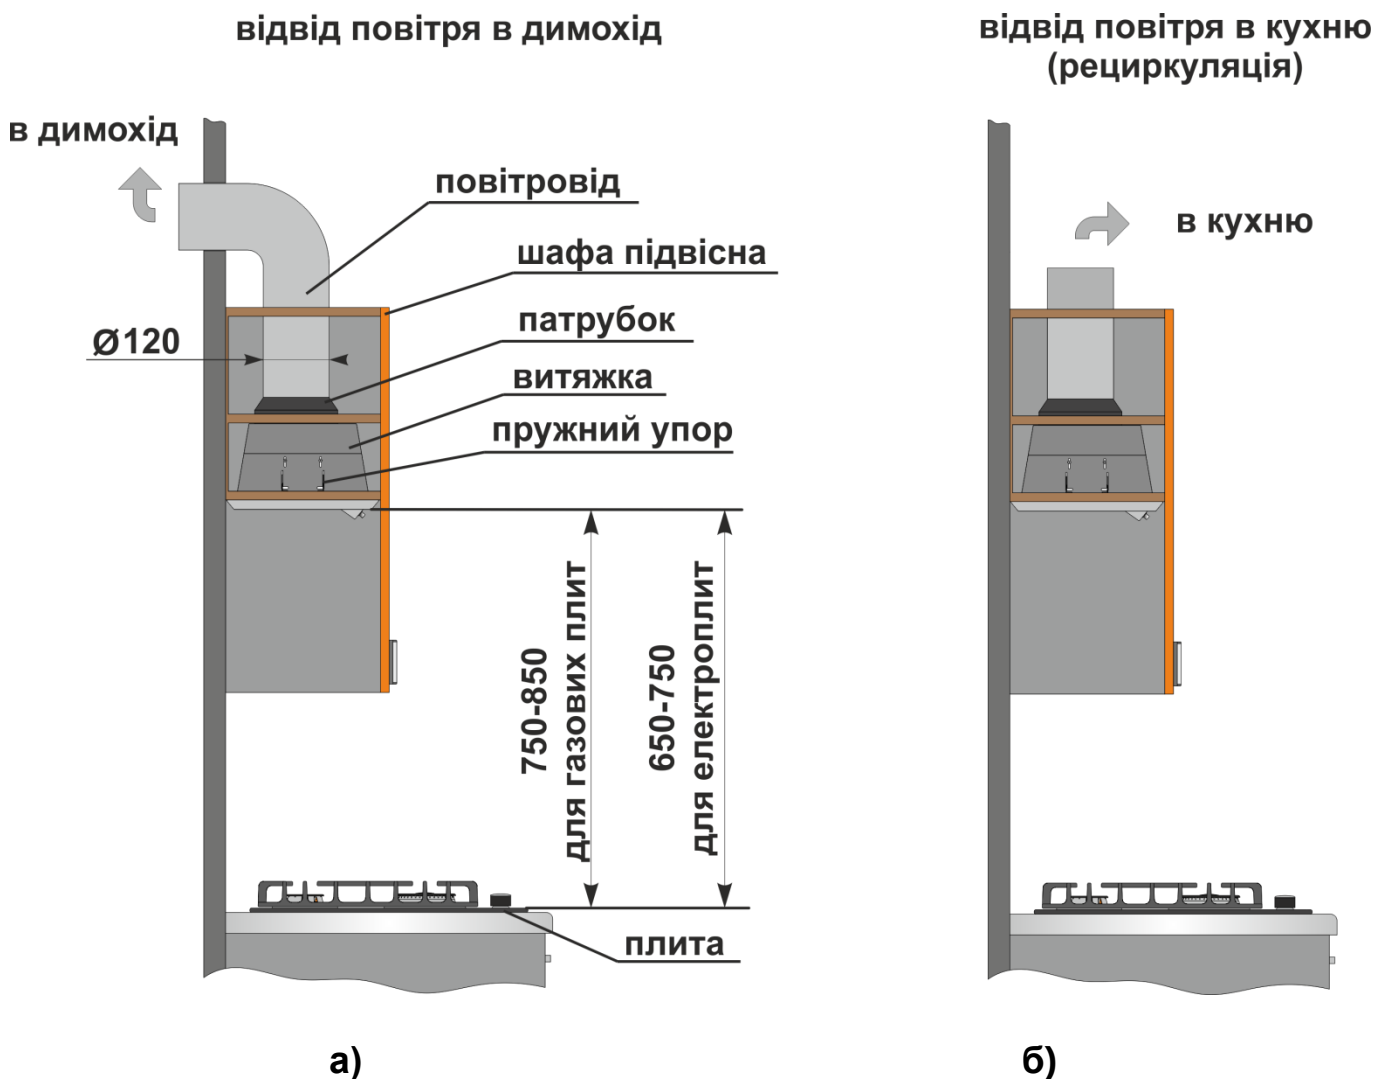

Рис. 2
1.11 Увага! Витяжка монтується на стіні над електроплитами на віддалі **650-750мм**, а над газовими плитами на відстані **750-850мм** від робочої поверхні плити (**рис. 2**).
5.4 В залежності від схеми установки витяжка працює в двох варіантах (рис. 2):
6.1 Оберіть схему (Рис. 2) і місце встановлення витяжки.